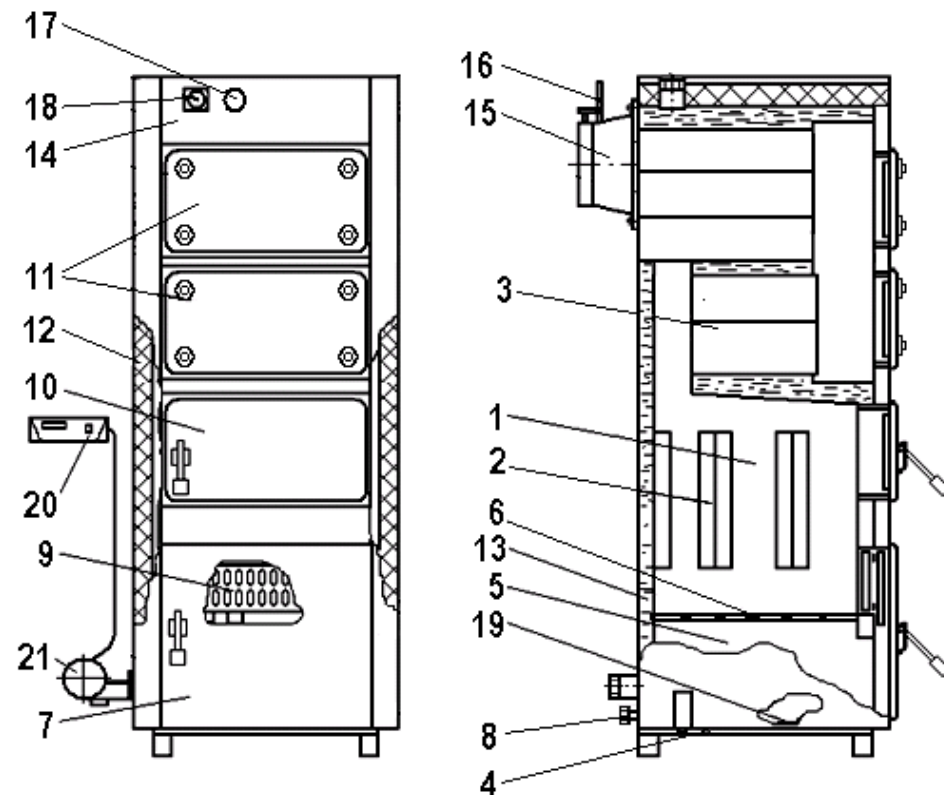

Рис. 1. Котел опалювальний твердопаливний водогрійний КОТВ
- відкрити повністю шибер димоходу 16 і через дверцята топки 9 (рис.1) провести розпал котла, після чого їх закрити.